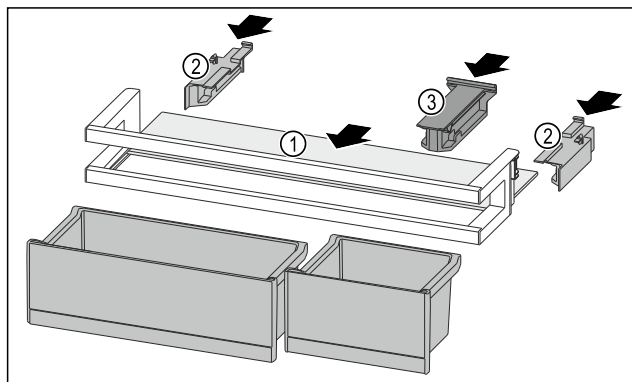

Fig. 135
- Policu za odlaganje Fig. 135 (1) gurnite u bočne otvore.
- Umetnite bočne dijelove Fig. 135 (2).
- Umetnite pridrži dio Fig. 135 (3).